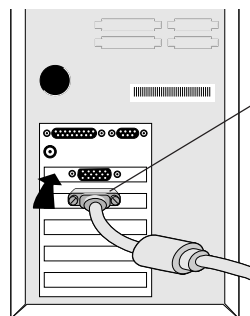
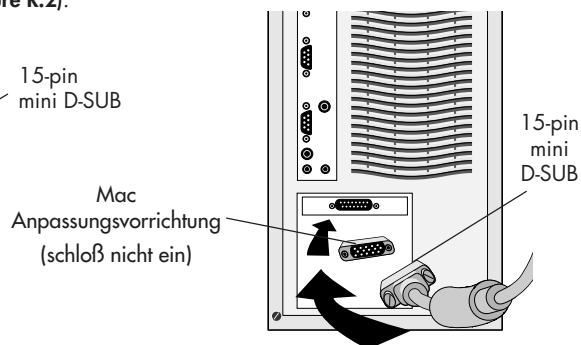

Figure A.1
Figure B.1
2. Für den PC: verbinden Sie die 15-Nadel kleiner D-ERSATZ des geeigneten Signal-Kabels zum Verbindungsstecker der Auslage-Karte in Ihrem System (**Figure A.1**). Ziehen Sie alle Schrauben fest. Für den Mac: verbinden Sie den MultiSync LCD1830™ Macintosh Kabel-Anpassungsvorrichtung zum Computer (**Figure B.1**). Befestigen Sie die 15-Nadel kleiner D-UNTER Ende des geeigneten Signal-Kabels zum MultiSync LCD1830 Macintosh Kabel-Anpassungsvorrichtung (**Figure B.1**). Ziehen Sie alle Schrauben fest.
**NOTIZ: den MultiSync LCD1830 Macintosh Kabel-Anpassungsvorrichtung zu erhalten, Anruf NEC-Mitsubishi Electronic Display of America, Inc. AG bei (800) 820-1230.**